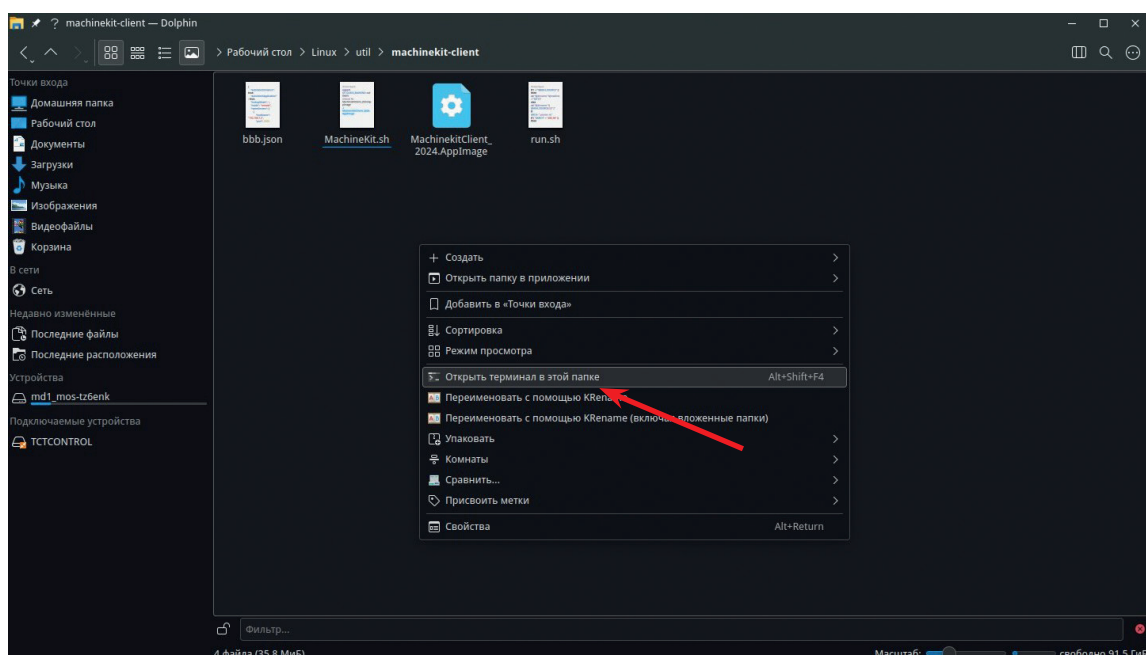

Рис. 10
- Правой кнопкой мыши выберите **Открыть терминал в этой папке** (рис. 10).